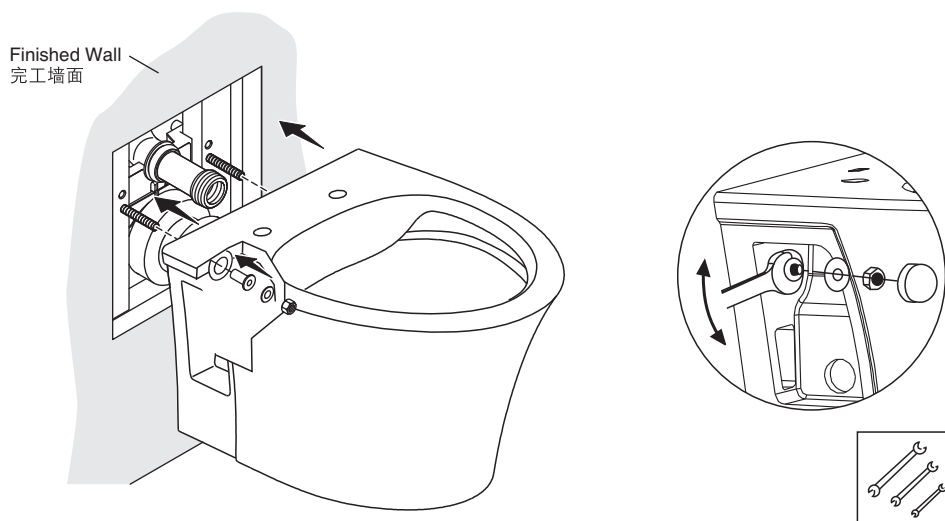

Fig. #5b 图5b
**See Fig. 5b.**
座便器穿过承托杆置于墙上。上紧螺母，固定座便器。见图5b。